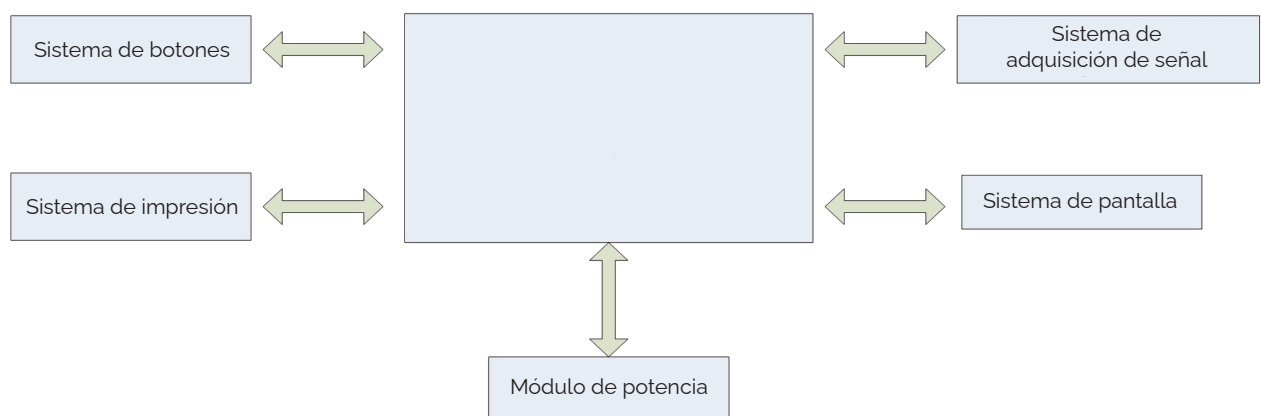

Figura 4-1 Diagrama de bloques de la unidad de control
- El diagrama de bloques del principio se muestra en la Figura 4-1